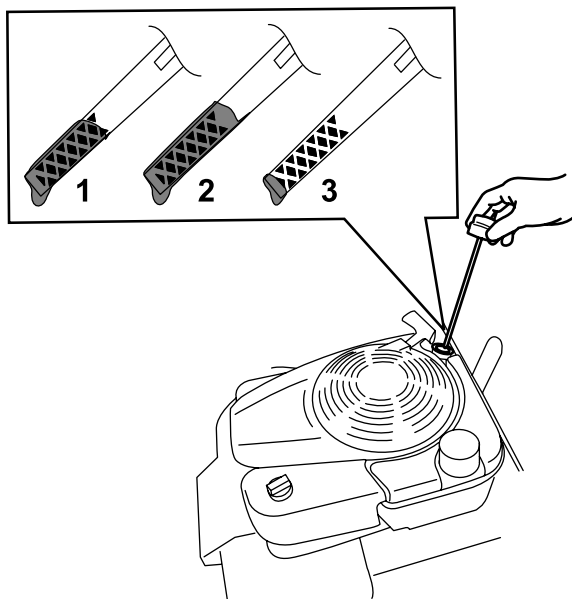

Figura 14
2. Retire la varilla girando el tapón en el sentido contrario a las agujas del reloj y tirando del mismo (Figura 14).
5. Observe en la varilla el nivel de aceite (Figura 14).
- Si el nivel de aceite de la varilla es demasiado bajo (Figura 14), vierta con cuidado una pequeña cantidad de aceite detergente SAE 30 o SAE 10W-30 en el tubo de llenado, espere 3 minutos, y repita los pasos 3 a 5 hasta que el aceite de la varilla llegue al nivel correcto. Consulte el tipo correcto de aceite en Cambio del aceite del motor (página 20).
- Si el nivel de aceite de la varilla es demasiado alto (Figura 14), drene el exceso de aceite hasta que el nivel de aceite en la varilla sea correcto; consulte Cambio del aceite del motor (página 20).